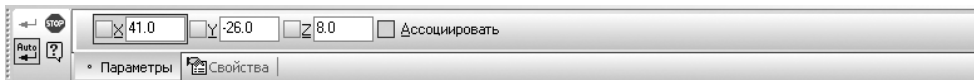

Рис. 2.3. **Панель свойств: Точка**
- щелкните во всплывающем меню по пункту **Точка**. Появится **Панель свойств: Точка**, а в строке состояния появится подсказка: **Укажите вершину или введите координаты**, см. рис. 2.3;